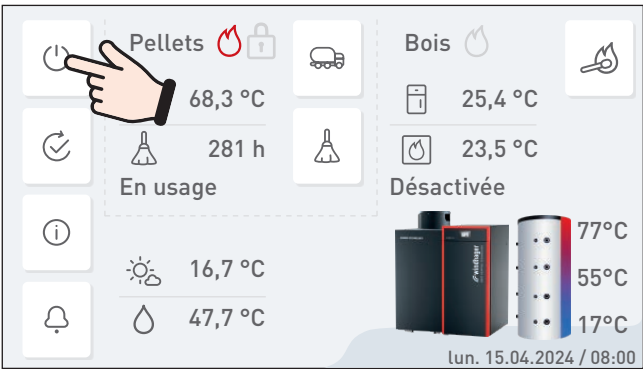

Fig. 112 Éteindre la chaudière
- Mettre la chaudière hors circuit au moyen de la **touche Marche/Arrêt** placée sur le module InfoWIN Touch (Fig. 112 – voir aussi point 14.5 sur la page 27) et attendre que la phase d'extinction soit terminée (env. 20 min).